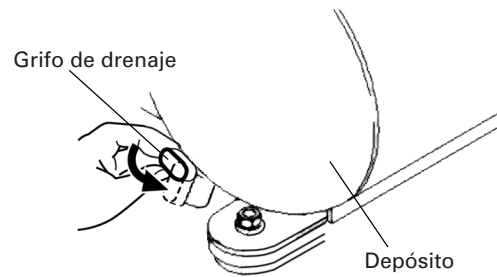

Fig. 7
- (2) Desconecte el enchufe del tomacorriente.
- (3) Abra el grifo de drenaje situado en la parte inferior del depósito (Fig. 7).
Drene el depósito diariamente, o después de 4 horas de utilización. Abra el grifo de drenaje e incline el compresor para vaciar el agua acumulada (Consulte la Fig. 7).